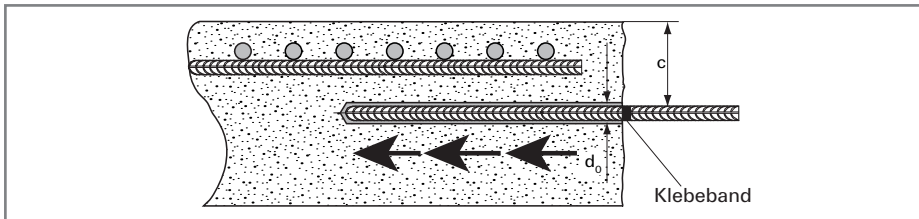

Abb. 6: Prüfen der Gängigkeit des Bewehrungsstabes und der Bohrlochtiefe
- Der so markierte Bewehrungsstab wird probeweise **bis zum Bohrlochgrund** in das gereinigte Bohrloch eingeführt und dabei gedreht. Damit prüft man die **Gängigkeit** des Bewehrungsstabes und die **Bohrlochtiefe** (Abb. 6).